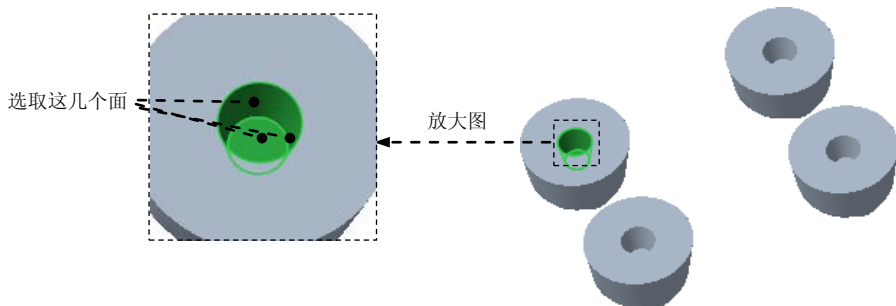

图 22.20 定义要复制的面
下面的操作是创建零件 faucet_knob.prt 的主分型面，如图 22.20 所示，以分离模具的上模型腔和下模型腔。其操作过程如下。
(1) 选取图 22.20 所示的模型内表面（共 3 个面）。